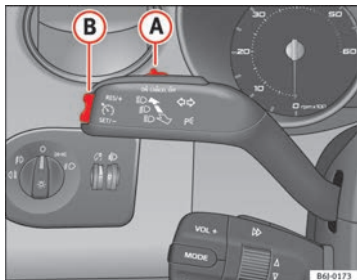

Abb. 114 Blinker- und Fernlichthebel: Schalter und Wippe für die Geschwindigkeitsregelanlage
- Drücken Sie den unteren Teil der Wippe **SET** ⇒ Abb. 114 **(B)** einmal kurz, wenn die zu speichernde Geschwindigkeit erreicht worden ist.